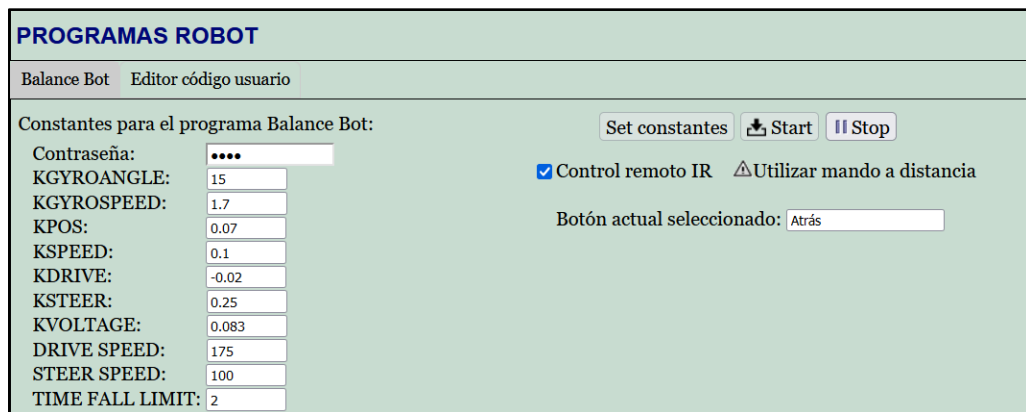

Figura 40: Panel PROGRAMAS ROBOT BALANCE BOT, Control Remoto activado
- **Control remoto IR**: activar control remoto IR. Hay que utilizar el mando a distancia por infrarrojos para la conducción del robot y no se visualizan las flechas en la interfaz web (*Figura 40*). En el mando a distancia hay que utilizar los botones: adelante, izquierda, OK, derecha y atrás.
- **Utilizar mando a distancia**: mensaje que se visualiza para el usuario cuando el control remoto IR está activado (*Figura 40*).